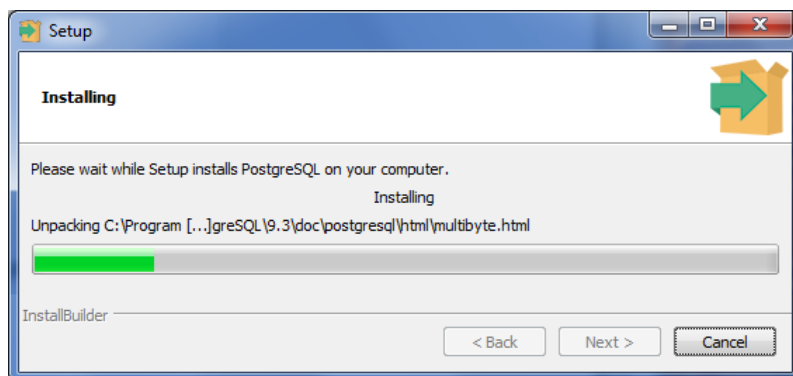

Рис. 5.11. Инициализация кластера базы данных
- Дождитесь окончания установки и нажмите кнопку Next (Рис. 5.11).